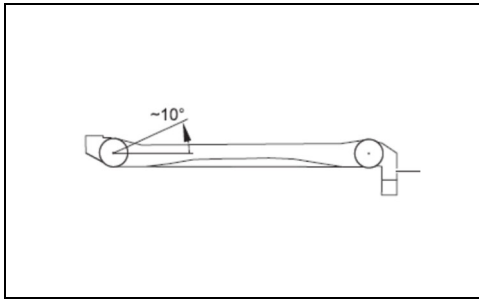

Bild 23: Federarm in mittlerer Position
2. Den Federarm bis in die mittlere Position bringen (Bild 23).